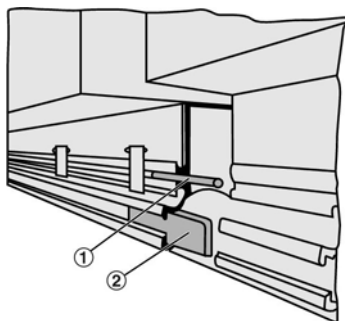

Fig. 3: Liaison des diffuseurs à fentes
3. ► Les broches de connexion (Voir la Fig. 3/1) ou les plaques d'alignement (Voir la Fig. 3/2) fournies (broches de connexion du VSD15 uniquement) facilitent l'alignement des diffuseurs à fentes pour un agencement linéaire continu.